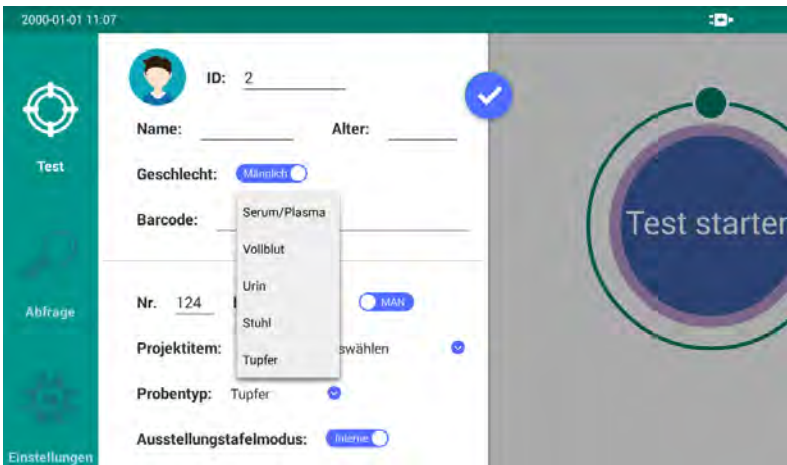

Abbildung 6.3 Auswählen von Probentypen
- Probenotyp: Wählen Sie den Probenotyp, es stehen 5 Typen zur Auswahl: Serum/Plasma, Vollblut, Urin, Stuhl, Tupfer wie in Abbildung 6.3 gezeigt;